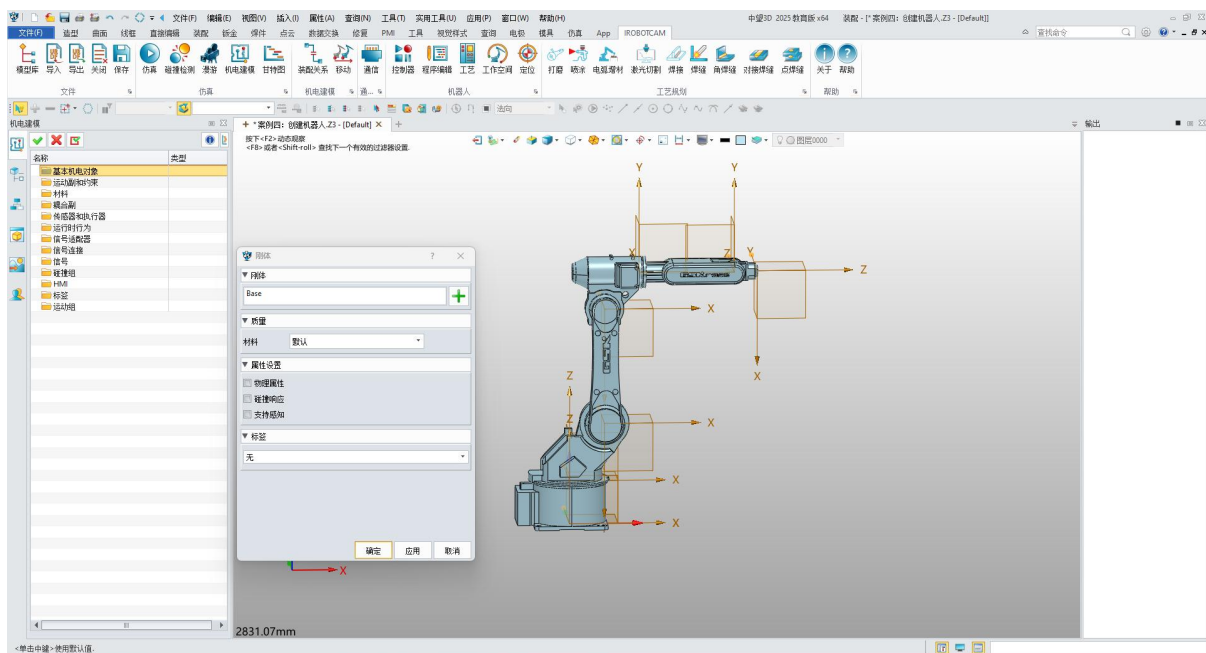

图 8-11: 刚体参数
- 对七个关节组件对象逐一右键单击并选择“添加刚体”（图 8-11）。